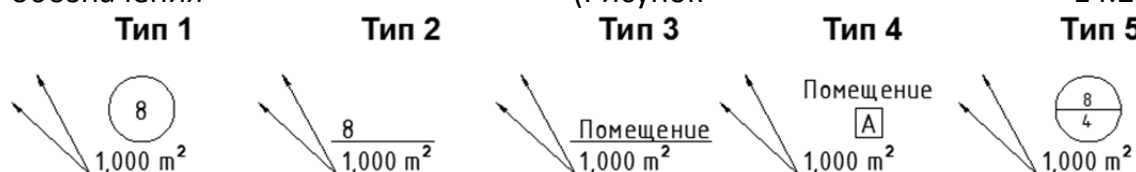

Рисунок 14.28 Тип маркера помещения
- Номер объекта – указывает последовательно номер объекта в том случае, если в свойстве тип маркера указан Тип 1, Тип 2 и Тип 5 (Рисунок 14.28).
- Тип маркера помещения – определяет один и пяти типов отображения обозначения (Рисунок 14.28)